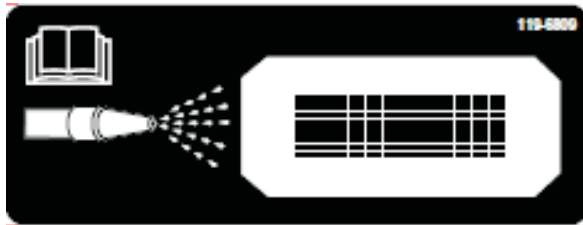
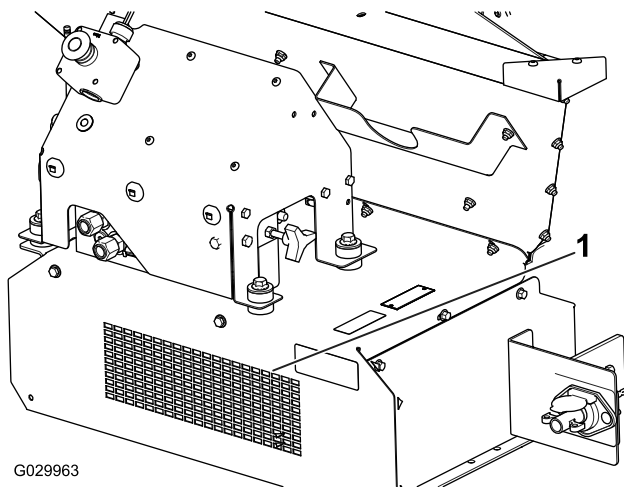

図 57
図 58
10. 機体の前部に清掃ステッカー 図 57 が貼付されているステッカーに描かれているように、水道ホースを使って前ガードのメッシュから水を掛け、腹板に残っている資材を完全に流し出す 図 58。